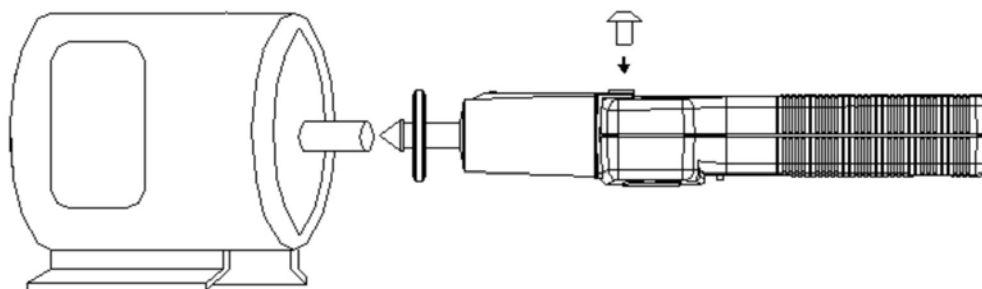

Fig. 3: introdução do adaptador mecânico
2. Fixar o adaptador mecânico ao instrumento **através do parafuso de fixação**, conforme se mostra na Fig. 3: